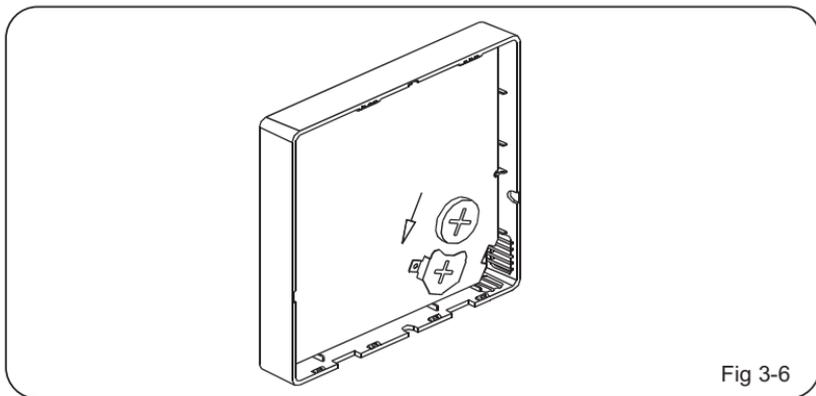

Fig 3-6
5. Coloque a pilha dentro do local de instalação e certifique-se de que o lado positivo da pilha coincide com o extremo positivo. (Veja a Fig. 3-6)